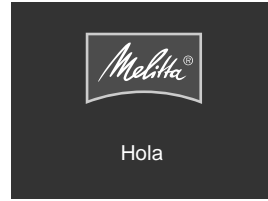

Fig. 5: Pantalla de bienvenida
2. Pulse el botón "ON/OFF" (10).
- » Se visualiza la pantalla de bienvenida (véase Fig.5).